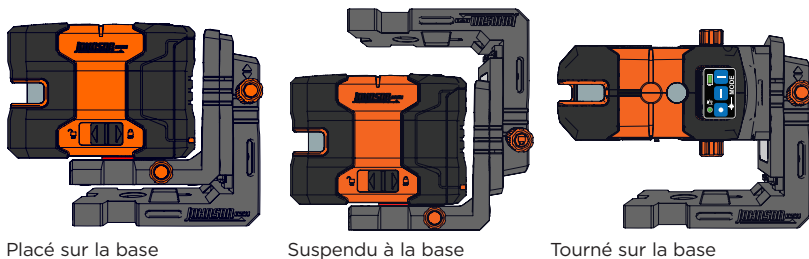

Figure 12
2. L'accessoire de base en option peut être monté sur l'appareil dans une variété de configurations : posé sur la base, suspendu à la base ou tourné à 90 ° sur la base. (Figure 12)